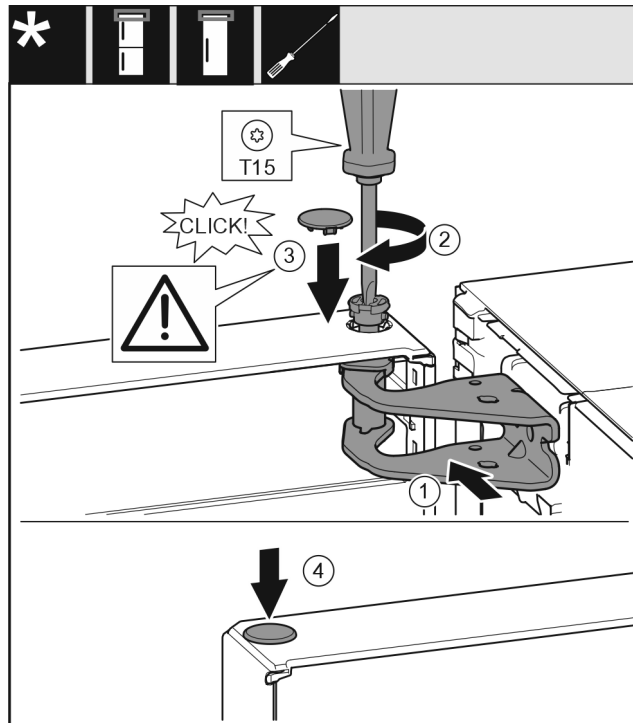

Fig. 22
- ▶ Allineare la porta in alto all'apertura nel blocco di supporto. Fig. 22 (1)
- ▶ Inserire i perni e serrare con il cacciavite T15. Fig. 22 (2)
- ▶ Montare la copertura di protezione della porta: inserire la copertura di protezione e controllare se appoggia sulla porta. Altrimenti inserire completamente il perno. Fig. 22 (3)
► Inserire i tappi. Fig. 22 (4)